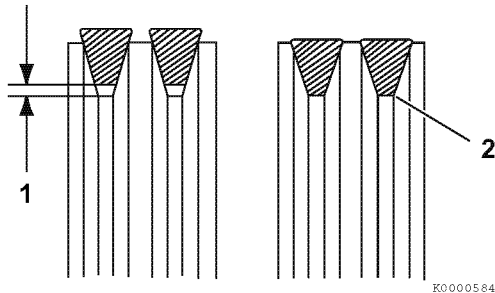

Рисунок 6
3. Натягивайте клиновой ремень до надлежащего натяжения. Между клиновым ремнем и дном канавки шкива должен оставаться зазор (1, **Рисунок 6**). Если зазор (2, **Рисунок 6**) между клиновым ремнем и дном канавки шкива отсутствует, замените клиновой ремень.